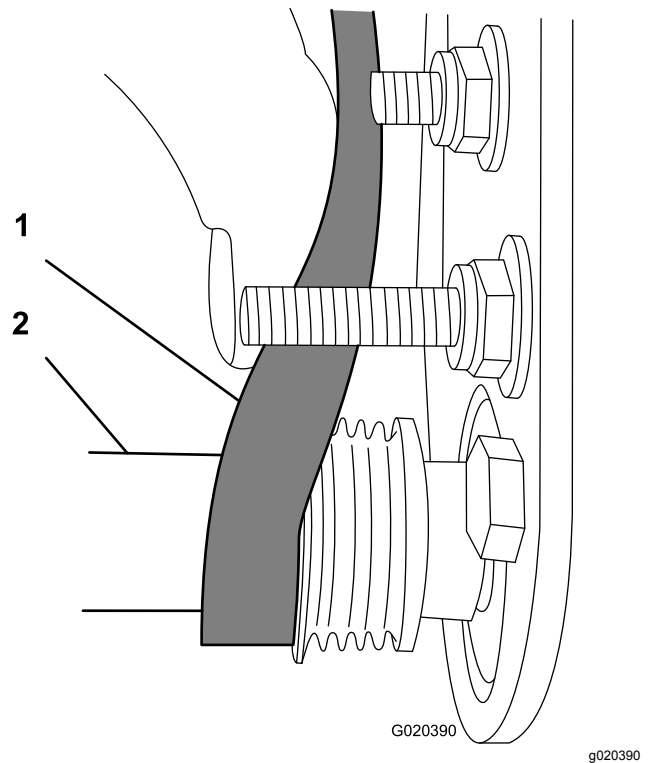

Figure 23
- Avec une clé à douille profonde de 9/16 pouce, tournez la brosse et guidez la courroie sur la poulie menée (Figure 23).